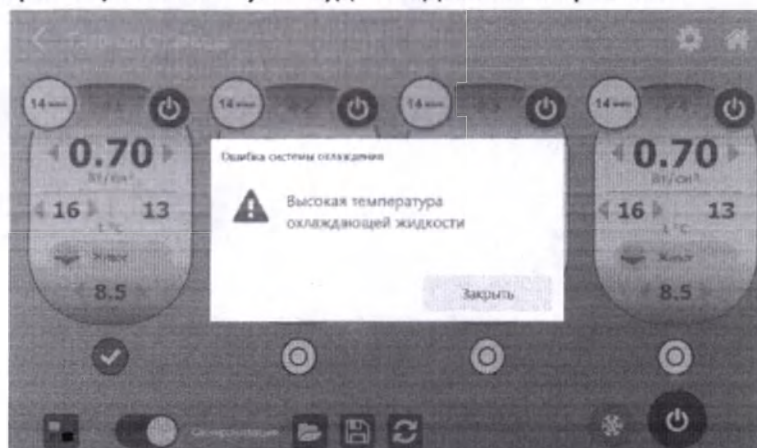

Рис.19.1 – Примеры системных сообщений
19.1.1. Системные сообщения и возможные неисправности Прибора будут отображаться в всплывающих окнах в основном меню программы как показано на рис.19.1, при этом поле настройки параметров манипулы будет подсвечено красным.